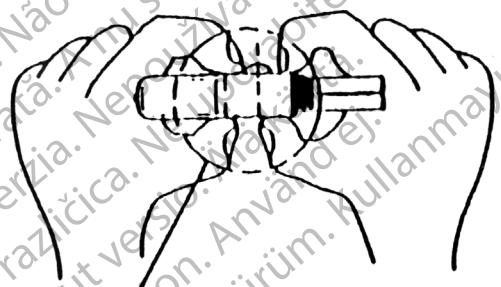

Figura 4-44. Método del punto de apoyo
1. Palpe la bomba de control, ubique el botón de desactivación y coloque el dedo índice sobre él (en el lado del tubo). (Figura 4-44)